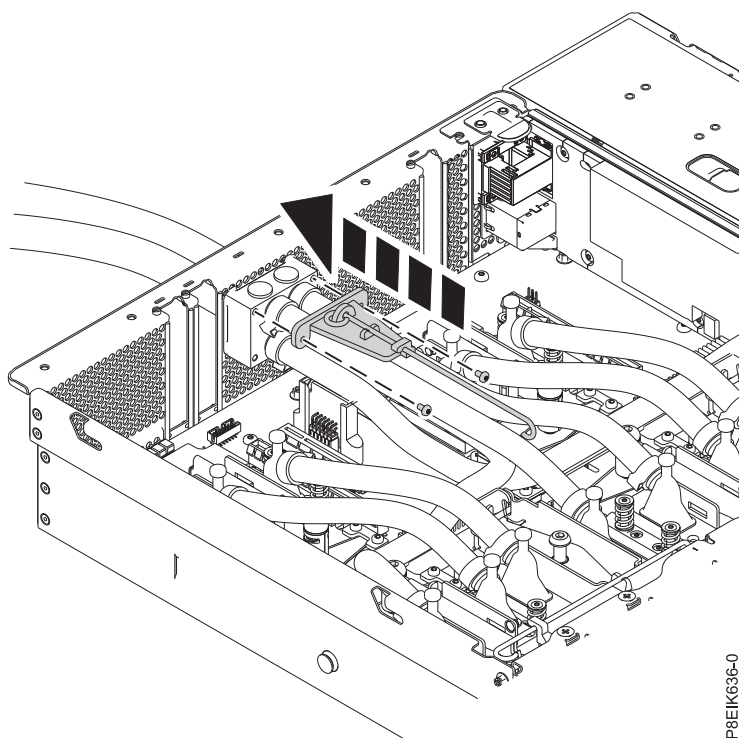

Figure 46. Remise en place du crochet de service arrière
10. Remettez en place le crochet de service arrière et fixez-le avec ses deux vis comme illustré figure 46.